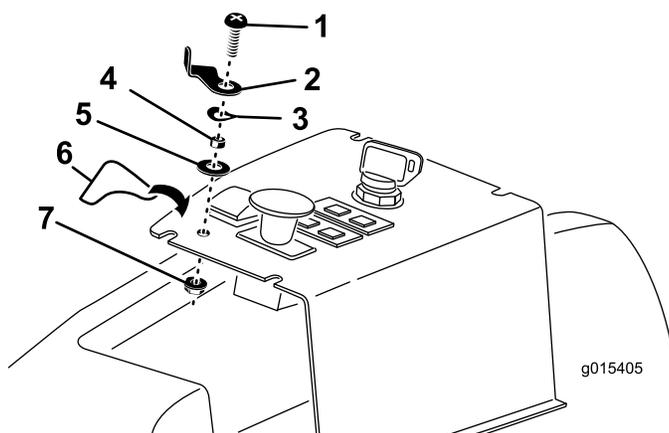

Figura 13
3. Inserite leva di bloccaggio sollevamento, distanziale, rondella ondulata e rondella piana sul posizionamento della vite a testa piatta da 1/4 x 1 poll. come mostrato in Figura 13.
4. Inserite la vite di montaggio della leva di bloccaggio sollevamento nel foro del pannello di controllo e fissatela con un dado di bloccaggio. Collocate la leva di bloccaggio sollevamento come mostrato in Figura 13.
5. Affiggete l'adesivo della leva di bloccaggio sollevamento sul pannello di controllo, posizionandolo come mostrato in Figura 13.